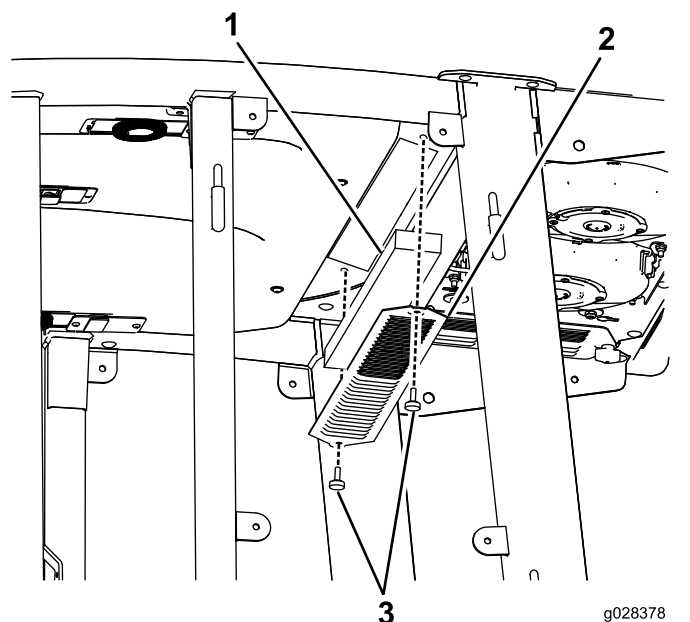
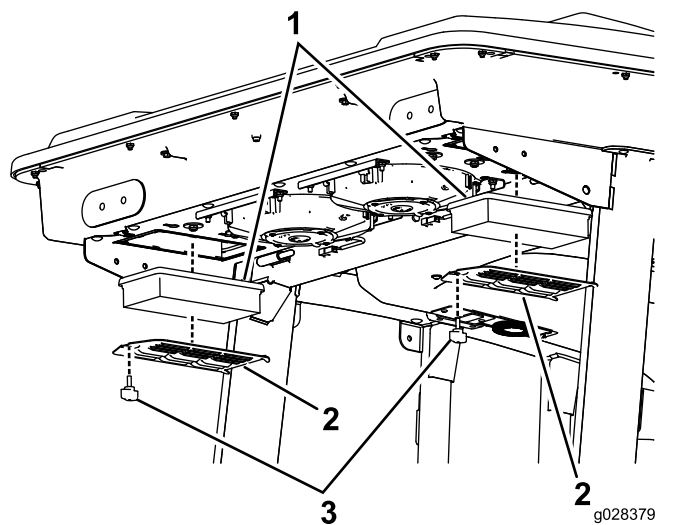

Figura 134
Figura 135
1. Remova os parafusos e as grelhas dos filtros de ar interior e traseiro da cabina (**Figura 134** e **Figura 135**).